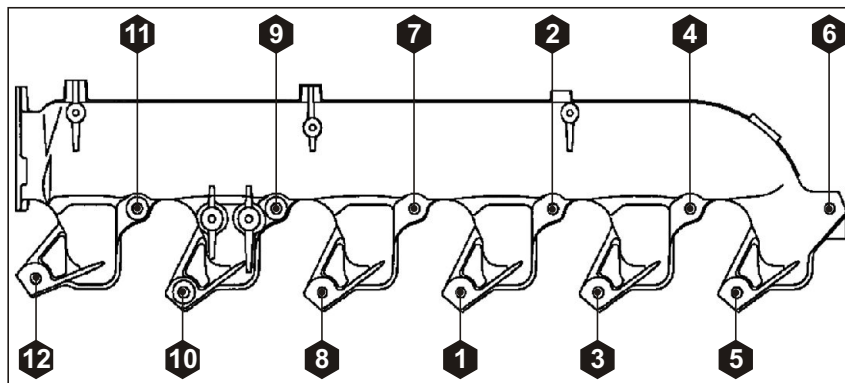

Рис. 127. Порядок затяжки болтов крепления коллектора впускного.
1. Установить в соответствующие отверстия головки блока цилиндров (11, 7, 2, 6) (см. **Рис. 127**) 4 технологические направляющие.
6. Установить в отверстие крепления коллектора (6) болт М10х1,5-55 мм, ввернуть его в головку блока цилиндров и затянуть моментом 20 Нм.
8. Окончательно затянуть все болты моментом 60 ± 12 Нм (затяжку болтов производить в порядке, указанном на **Рис. 127**).